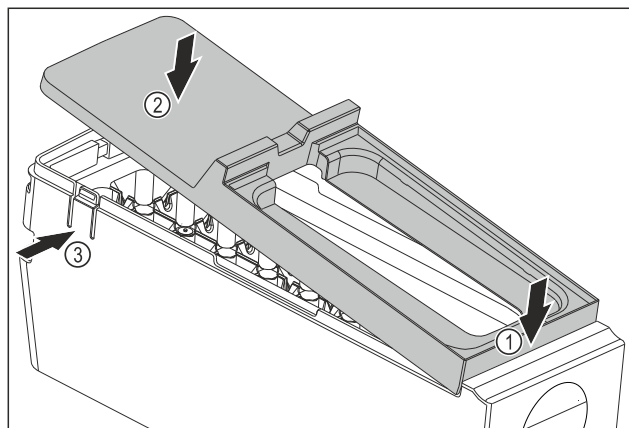

Fig. 146
- Montáž krytu korpusu EasyTwist-Ice: Nasadte kryt na přední stranu. Fig. 146 (1)
- Spusťte kryt vzadu dolů. Fig. 146 (2)
- Kryt slyšitelně zaklapne v obou lamelách Fig. 146 (3).